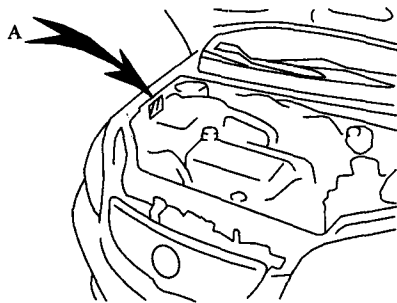
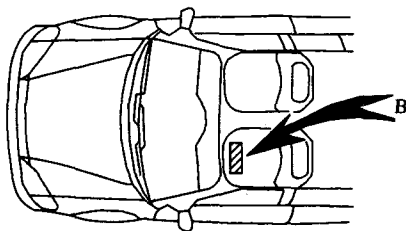

图 1-1 车辆识别码的位置
图 1-2 车辆合格证标牌的位置
(1)车辆识别码：车辆识别码印记在发动机室内，该号码也印记在制造厂标牌上。其中 A 为车辆识别牌，B 为合格证标牌(见图 1-1、图 1-2)。